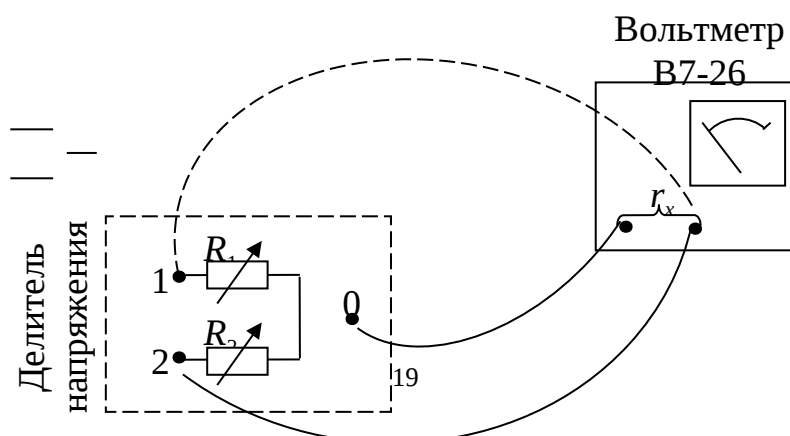

Рис. 1.7. Схема установки при измерении активного сопротивления плеч делителя напряжения
1.2. Собрать схему измерительной установки, представленной на рис. 1.7.